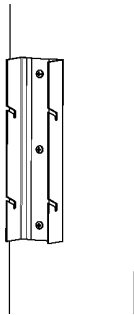

Figure 1
3. Fixer le support au poteau au moyen de vis $\frac{1}{4}$ - 20 ou de tires-fonds, selon les pratiques de l'entreprise (Figure 1).